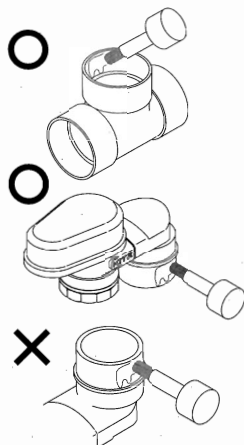

図19
- 3) 接着剤を塗布するときは、塩ビ管継手側に塗布してください。やむを得ず『通気番ぶち』側に塗布する場合は、『通気番ぶち』を垂直に立て、接着剤が内部に流入しないように十分に注意して塗布してください。逆さなどで塗布して接着剤が内部に流入すると、弁体が正常に作動しません。また、はみ出した接着剤は、ウエス等で拭き取ってください。(図19)